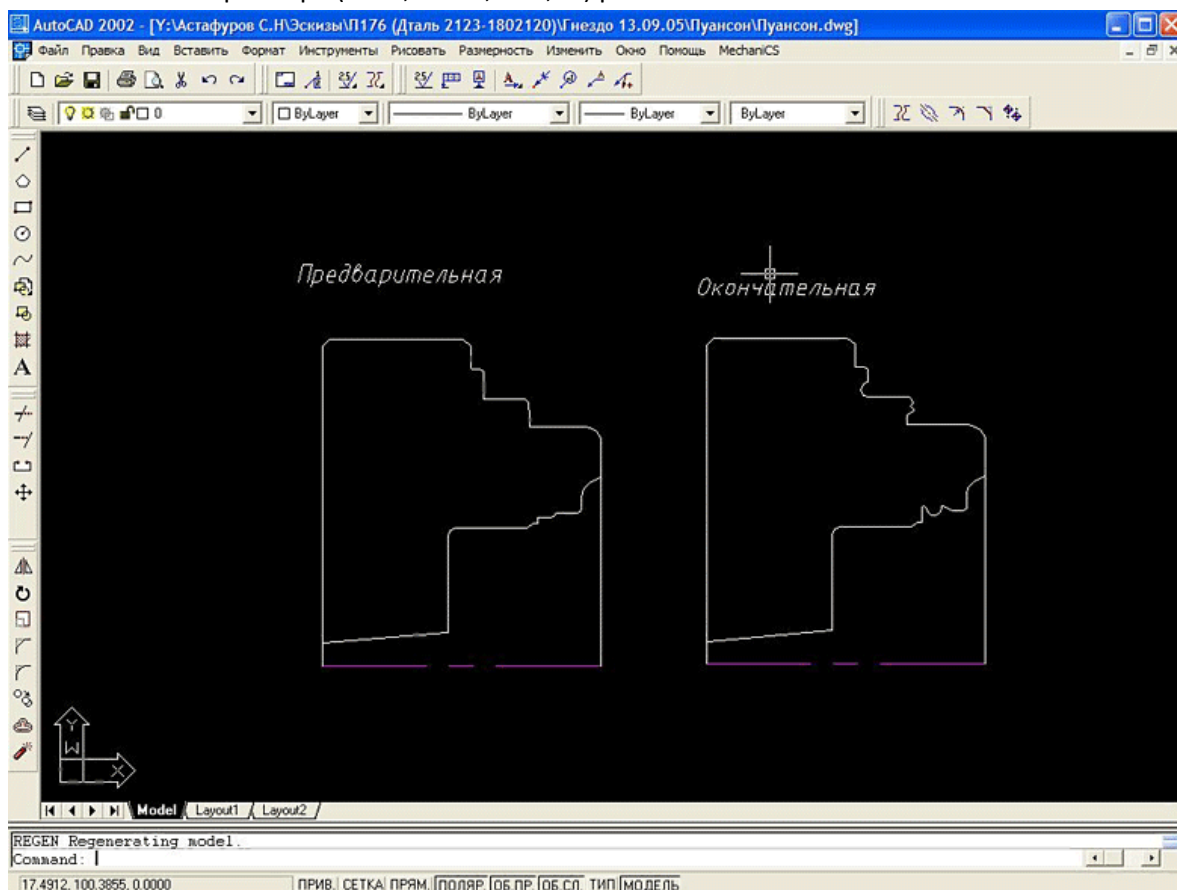

Рис. 1. Чертёж детали в AutoCAD.
1. Создать чертёж детали в AutoCAD . Необходимо, чтобы у тех поверхностей, которые будут обрабатываться за одну операцию, поле допуска было расположено в одну сторону (например $20+0,03$, $45+0,05$ или $20-0,03$, $45-0,05$). При необходимости можно изменить номинал размера ($40+0,05=40,05-0,05$) рис.1.